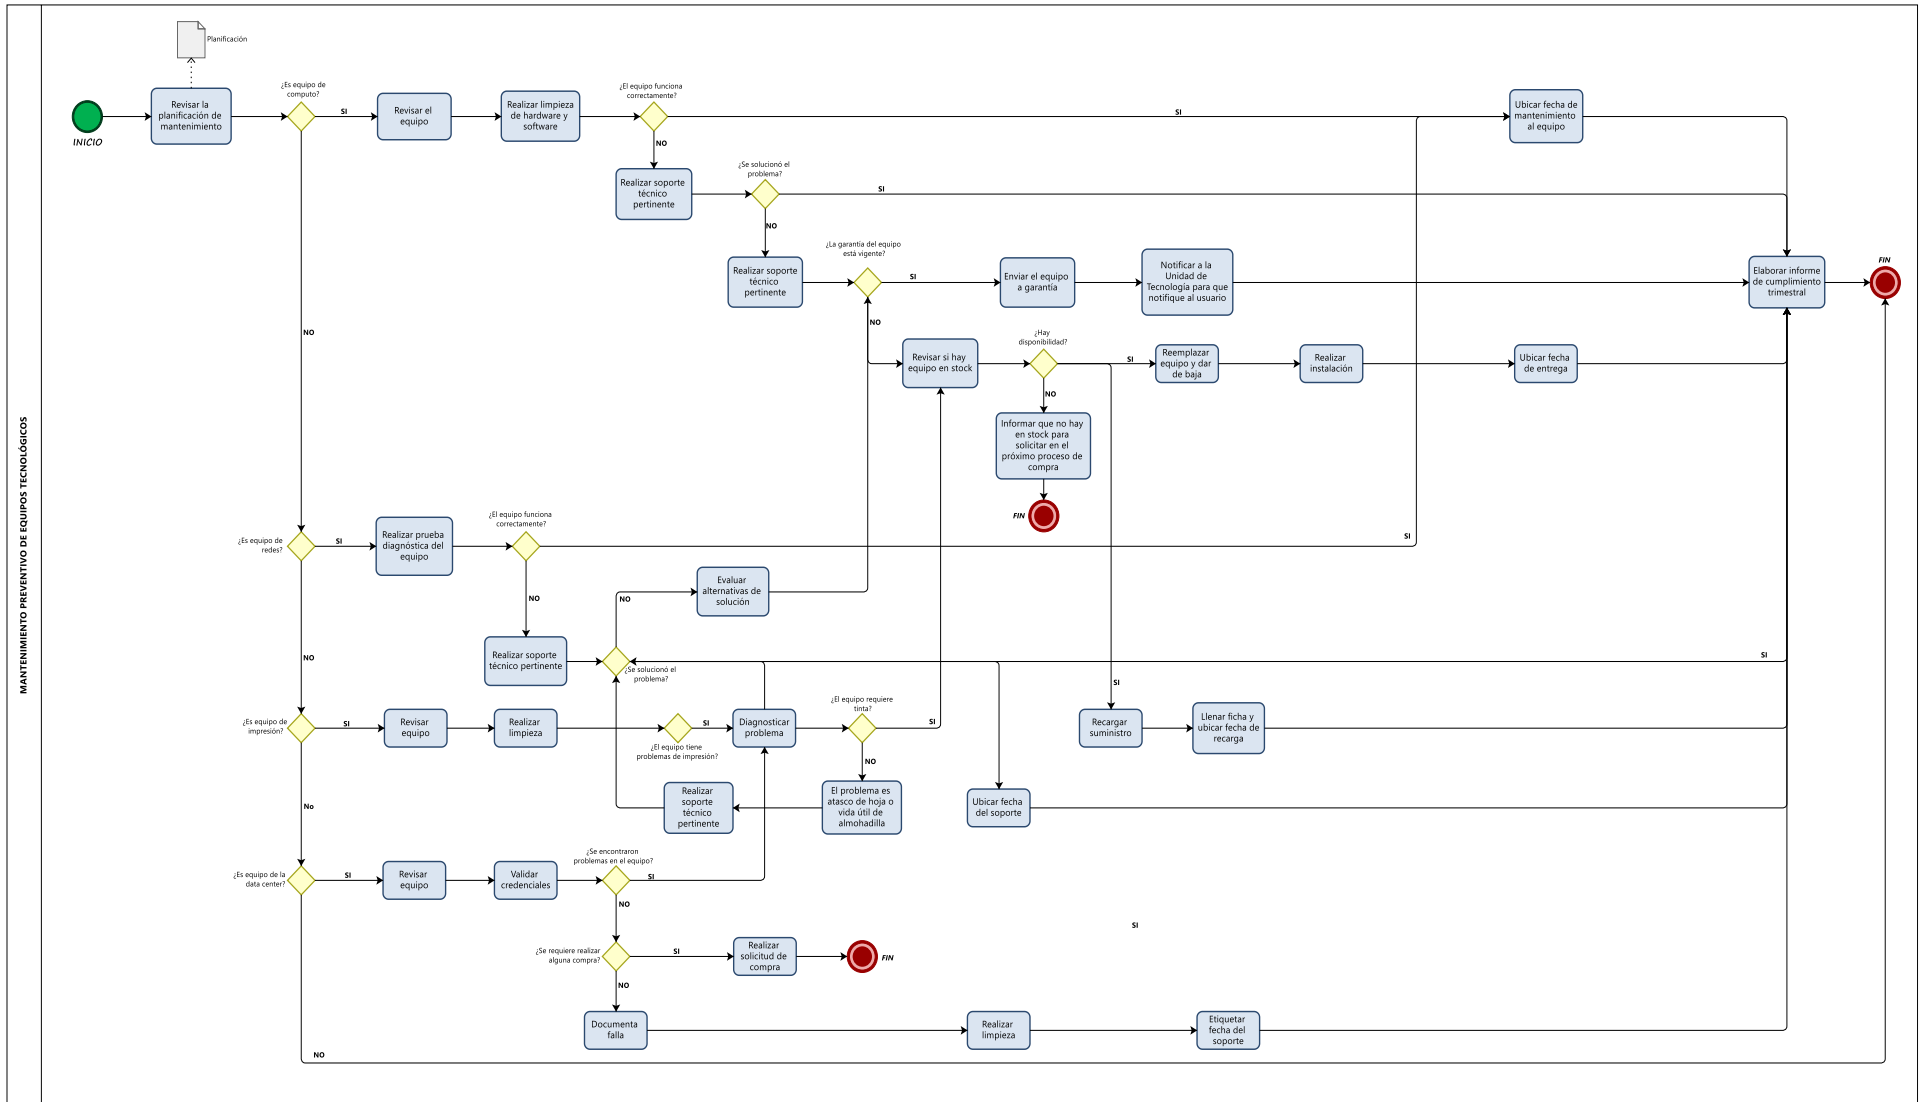

Figura 2. Proceso de Mantenimiento preventivo de equipos tecnológicos
- Hacer solicitud en el próximo proceso de compra (Figura 2)
- Hacer solicitud en el próximo proceso de compra (Figura 2).